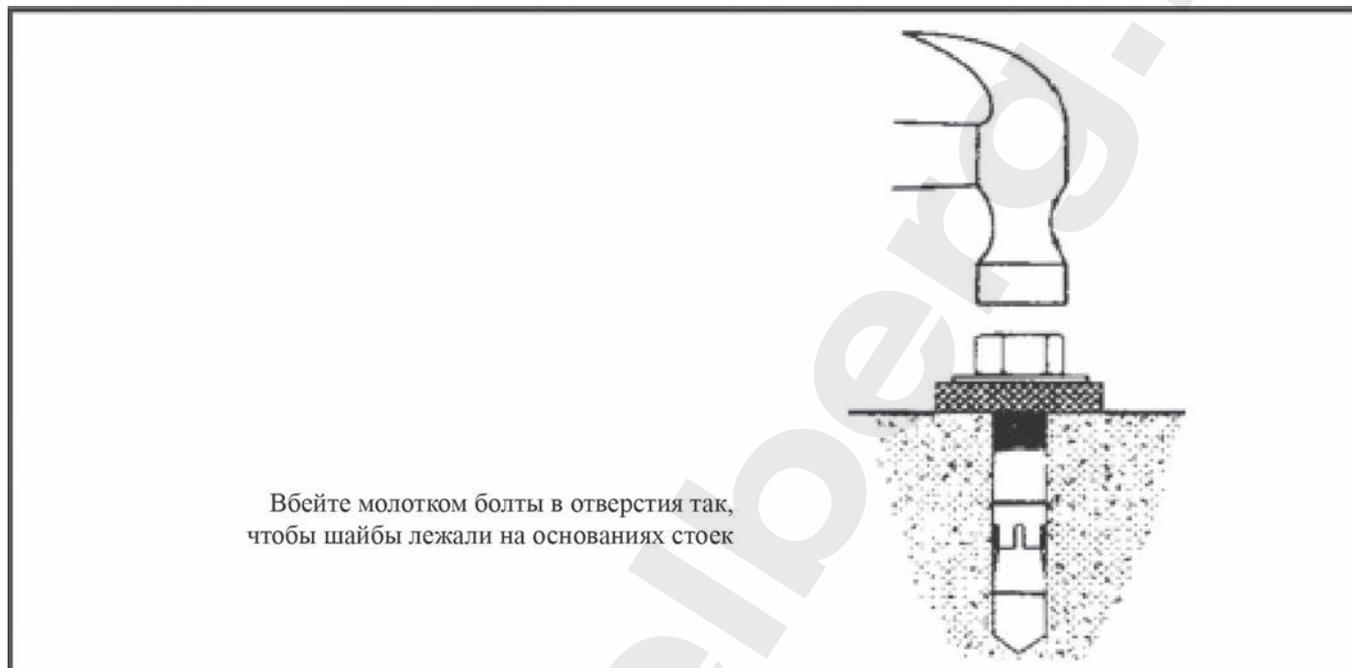

Рис. 15.3
- Наденьте на анкерные болты шайбы и гайки, молотком вбейте болты в отверстия так, чтобы шайбы лежали на основаниях стоек. В случае если необходимо произвести выравнивание с помощью прокладок, убедитесь, что оставлено достаточное количество резьбы болта над поверхностью основания стойки (см. рис. 15.3).